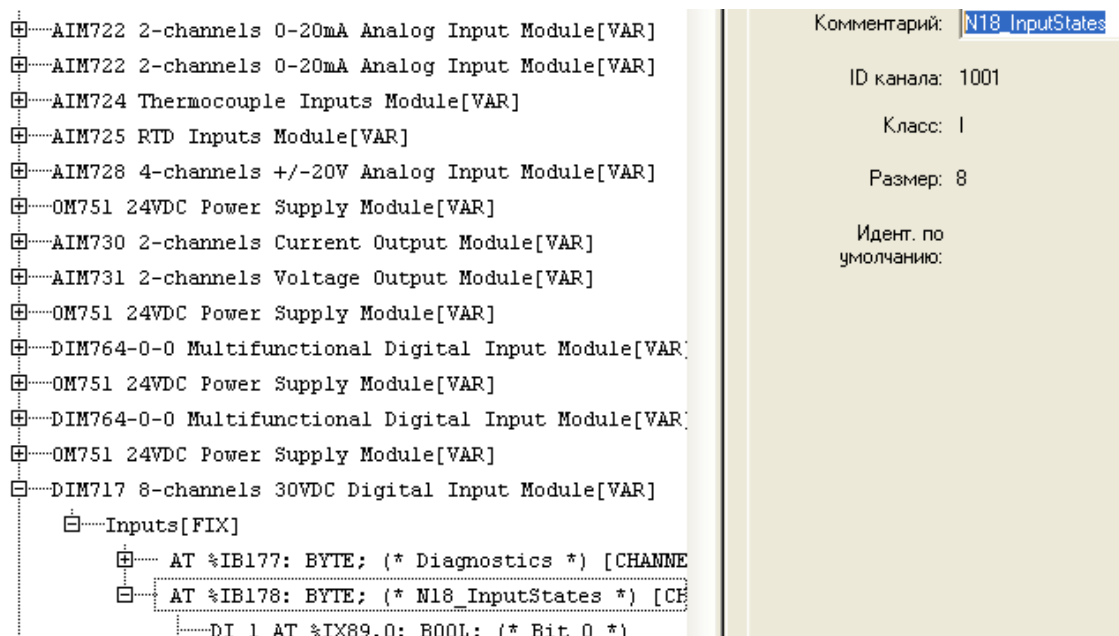

Рис. 11. Редактирование поля комментария для канала, отражающего состояние входов модуля DIM717
1.5.2. Раскрыть секцию **Input** внутри описания модуля и перейти к каналу "AT %IB178", отражающему состояние входов. По умолчанию данный канал имеет имя **InputStates** в поле комментариев. Для удобства можно в поле комментариев изменить имя на **N18\_InputStates** (Рис. 11).